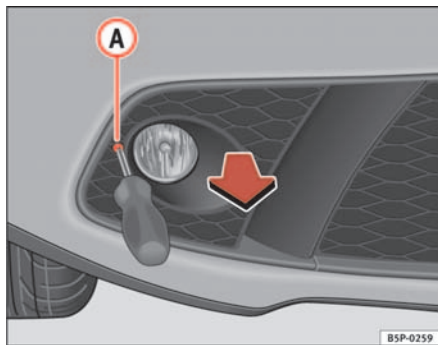

Fig. 203 Acesso alojamento argola do reboque
- Desaparafuse o parafuso (A) ⇒ fig. 203.